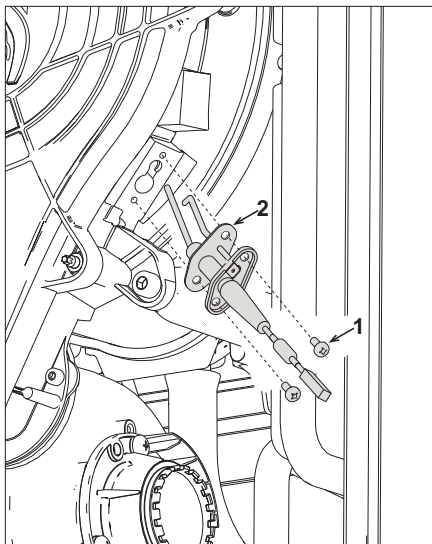

fig. 45
- Para limpiar el intercambiador, es útil quitar el electrodo (fig. 45).